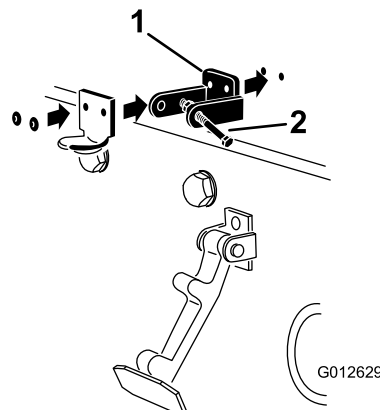

Figura 33
- Enquanto alinha os orifícios de montagem, posicione o suporte da trava CE e o suporte do fecho do capô no capô. O suporte da trava deve estar contra o capô (Figura 33). Não retire o conjunto de porcas e parafusos do braço de suporte da trava.
- Rebite os suportes e as arruelas ao capô (Figura 33).